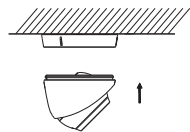

图3-3 球体安装
3.将球体连带固定罩一起推入底座，确保固定罩卡入底座即安装完成，如图3-3左图所示。